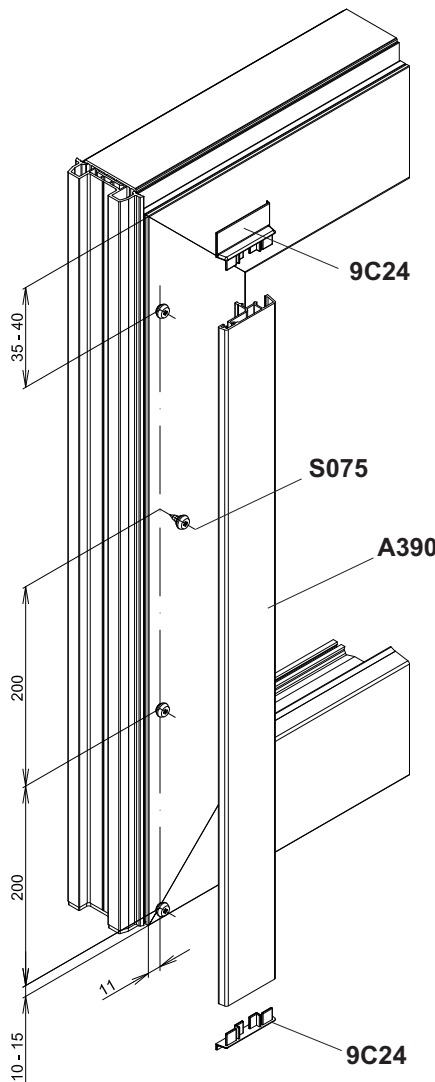

Abb.4 Anbringen der Clipschrauben **S075**
5. Clipschrauben **S075** eindrehen (Abb.4).